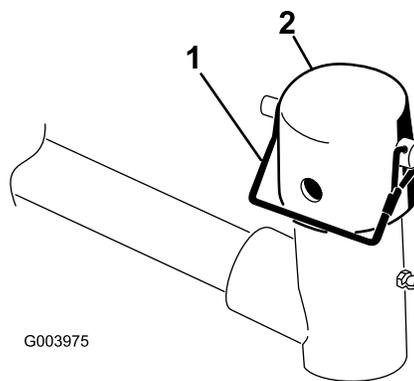

Рисунок 7
6. Снимите стопорный штифт и крышку с вилки оси поворота подъемного рычага (Рисунок 7).
10. Прикрепите крышку и ось несущей рамы к втулке подъемного рычага с помощью стопорного штифта (Рисунок 7).